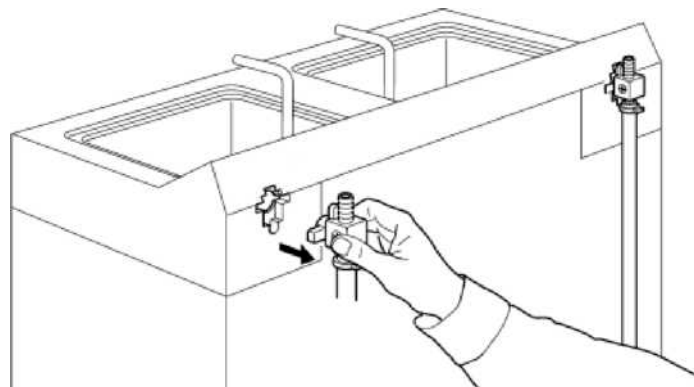

Рисунок 13. Удаление гибких выпускных трубок
3. Отсоедините гибкие выпускные трубки D1 или F1 (рис. 2) от держателя, расположенного на задней стороне соответствующей емкости (рис. 13).